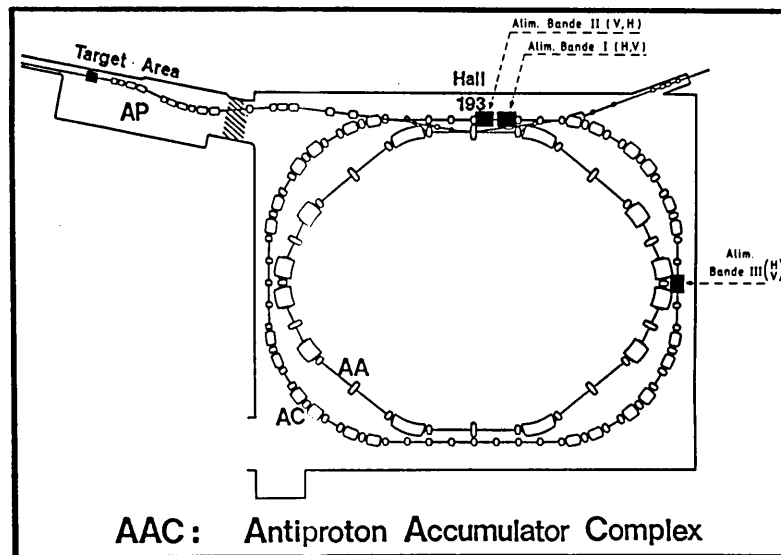

Fig. 1
- Fig 1** - Complexe de l'accumulateur Antiproton
La figure 1 montre l'emplacement des 6 alimentations dans le Hall 193 du complexe AAC .